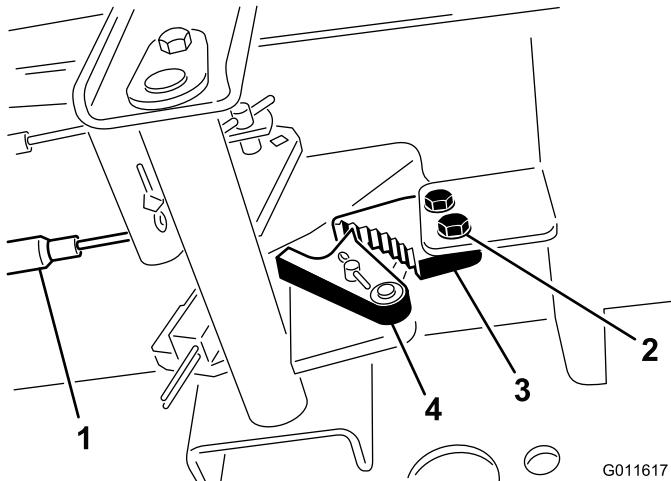

Figura 66
1. Afloje los 2 tornillos que fijan el trinquete del freno de estacionamiento al bastidor (Figura 66).
2. Pise el pedal del freno de estacionamiento hacia adelante hasta que la uña se enganche a fondo en el trinquete del freno (Figura 66).